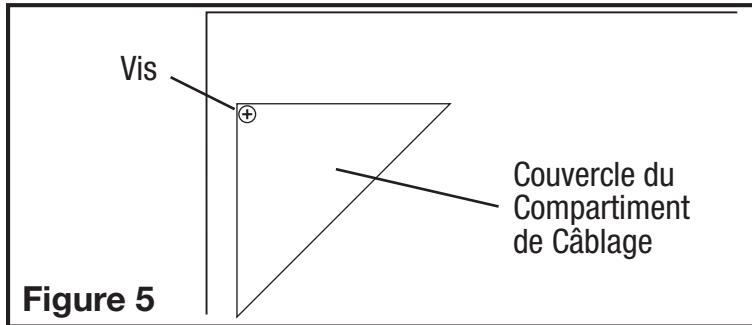

Figure 5
- 1a. Compartiment de Câblage Extérieur : Enlever la vis du couvercle du compartiment à câblage et mettre ce couvercle dans un endroit sûr (**Figure 5**).